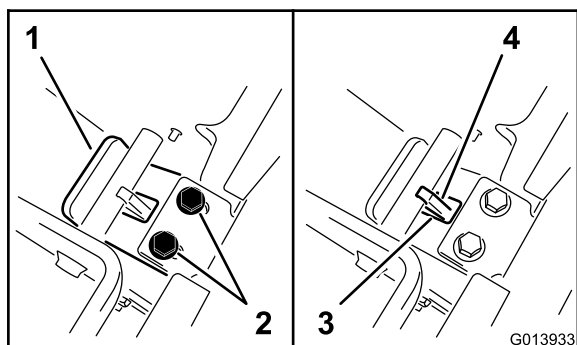

Figure 10
2. Tout en maintenant la pression sur la plaque d'appui, faites glisser la languette vers vous jusqu'à ce que son rebord entre en contact avec la barre transversale (Figure 10).